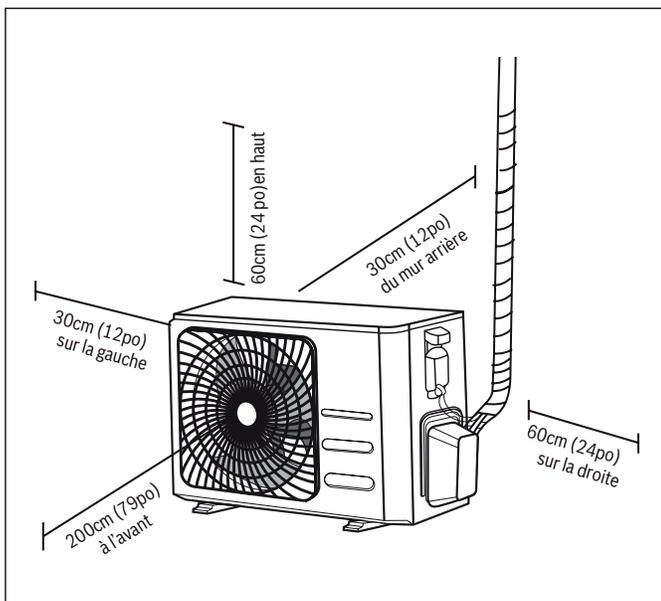

Figure 18
- Les exigences en matière de dégagements sont respectées (Figure 18)